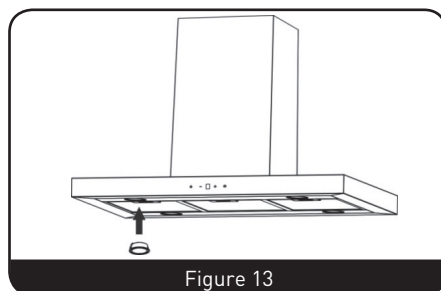

Figure 13
3. Remplacez-la par une ampoule de même type et de même puissance (Max. 1,5 W). (Figure 13)